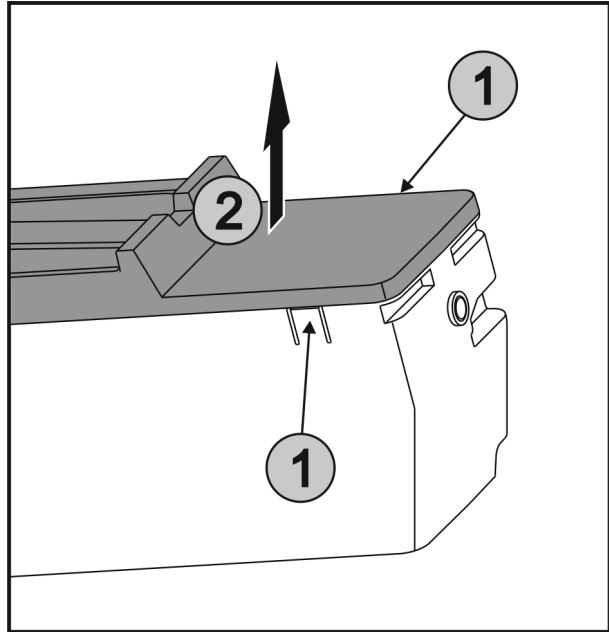

Fig. 66
- ▶ Laschen Fig. 66 (1) an den beiden Seiten von EasyTwist-Ice gleichzeitig drücken und die Abdeckung Fig. 66 (2) nach oben entnehmen.